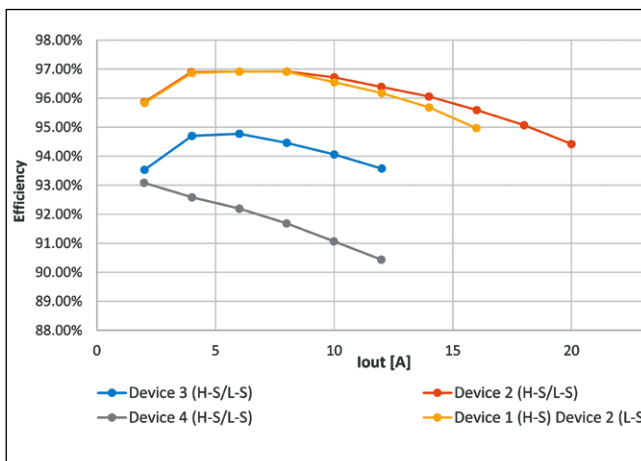

Bild 4. Gemessener Wirkungsgrad des Gleichspannungswandlers als Funktion des Ausgangsstroms bei 300 kHz Schaltfrequenz. (Bild: STMicroelectronics)
- 1: Transistor 1 oben kombiniert mit Transistor 2 unten (rote Kurven in Bild 4 und 5)
- 2: zwei Transistoren 2 (orange Kurven in Bild 4 und 5)
- 3: zwei Transistoren 3 (blaue Kurven in Bild 4 und 5)
- 4: zwei Transistoren 4 (graue Kurven in Bild 4 und 5)